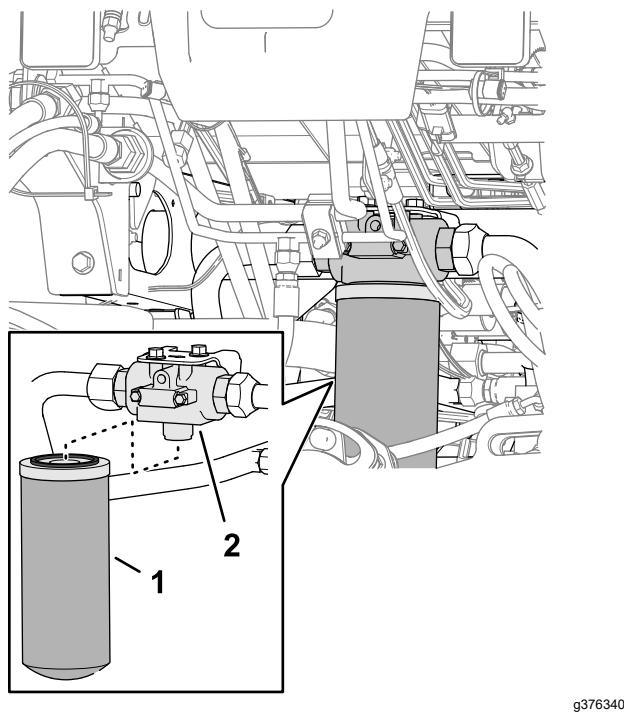

Bild 145
2. Legen Sie an der Vorderseite der Maschine eine Auffangwanne unter den saugseitigen HydraulikölfILTER (Bild 145).